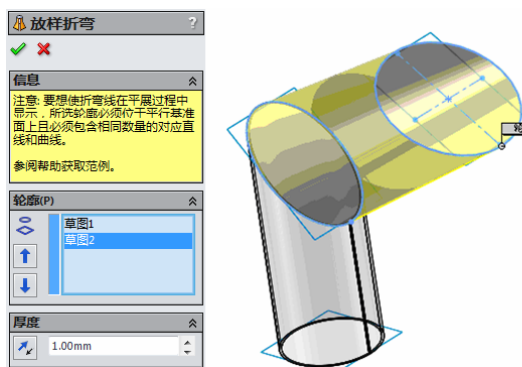
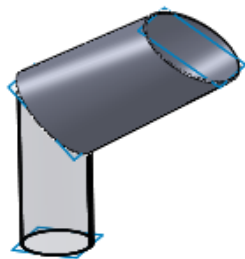

图 11-132 进行放样折弯操作
图 11-133 生成放样折弯特征
①9 生成“放样折弯”特征。单击“钣金”工具栏中的“放样折弯”按钮, 或执行“插入”→“钣金”→“放样的折弯”菜单命令, 弹出“放样折弯”属性管理器, 在图形区域中选择两个草图, 厚度为 1mm, 如图 11-132 所示, 单击“确定”按钮, 生成放样折弯特征, 如图 11-133 所示。
②0 编辑关联基准面。
①在“FeatureManager 设计树”中右击“裤形三通管关联基准面”, 在弹出的菜单中单